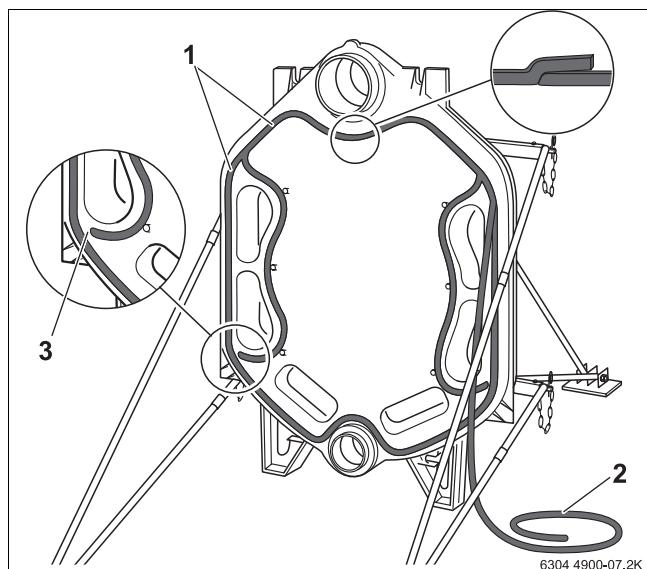
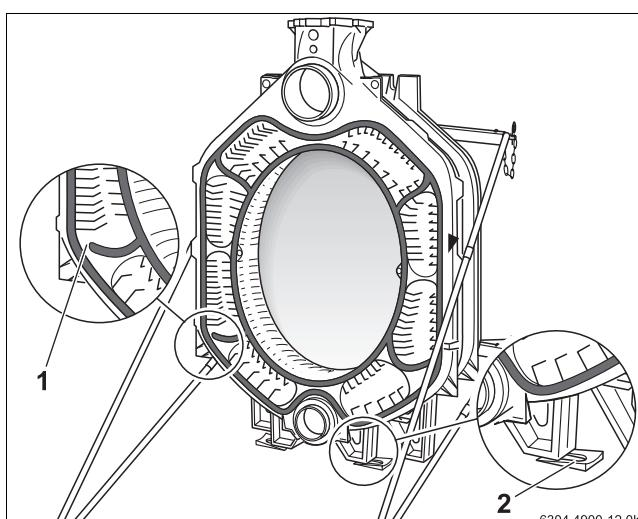

Рис. 12 Укладка уплотнительного шнура (шнур КМ)
Рис. 17 Применение подкладных клиньев
- Концы уплотнительного шнура слева и справа в местах стыка нельзя накладывать внахлест ( $\rightarrow$  рис. 12, 3).
На рис. 17 показана средняя секция с подключением подающей линии. Ниппели для монтажа следующей средней секции установлены в соответствующие ступицы. В паз для уплотнения уже уложен уплотнительный шнур. Как показано для задней секции (→ рис. 12, стр. 16) здесь уплотнительный шнур тоже прерван. Для упрощения монтажа секция котла выравнивается с помощью подкладных клиньев. Эти клинья пригодятся позже для окончательного выравнивания готового блока котла.
- Выровнять котел в вертикальной и горизонтальной плоскостях на фундаменте или звукоглощающей подставке (→ см. главу 4.3.1, стр. 12). Используйте для этого поставляемые с котлом подкладные клинья (→ рис. 17, стр. 18).